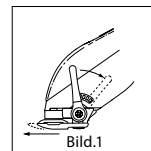

Bild.1
- Reglerspaken för klipplängd är placerad så som visas i bild 1. Med den kan du variera klipplängden medan du klipper.